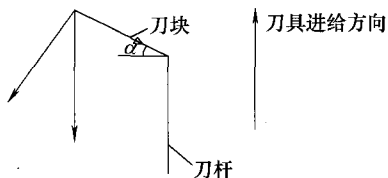

图2 刀块受力分析
采用硬质合金类刀具受限的根本原因是，斜方刀杆截面积较小，刚性不足易产生刀体颤动，刀具刃部受力不稳导致崩刃。通过对刀块的受力分析（见图2），发现斜方刀杆上刀块主要受与刀具进给方向相反的力，这个方向上的力我们可以分解为两个力。一个是垂直于刀块的力，一个是平行于刀块的力。垂直于刀块的力对刀具的定位没有影响，而平行于刀块的力是使刀块颤动的主要原因。通过以上分析，决定将主要解决两个问题：①解决刀具进给时颤动的问题。②进而将高速钢刀具改为硬质合金刀具。
通过实践经验得出刀具与垂直于刀杆方向上的夹角 α 越小，刀具所受的平行于刀块的力越小（见图2），所以减小刀具与垂直于刀杆方向上的夹角。